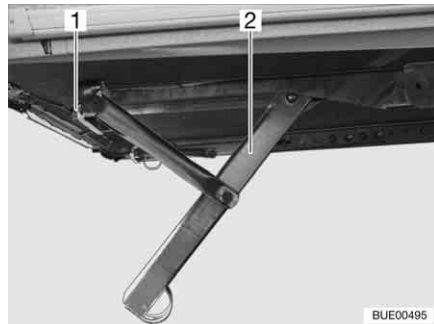
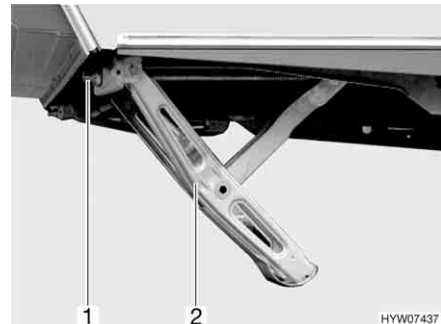

Bild 19 Vevstöd nedvevat (variant 1)
Bild 20 Vevstöd nedvevat (variant 2)
- Sätt den medföljande handveven mot sexkanten (Bild 19,1 resp. Bild 20,1) på vevstödet (Bild 19,2 resp. Bild 20,2).